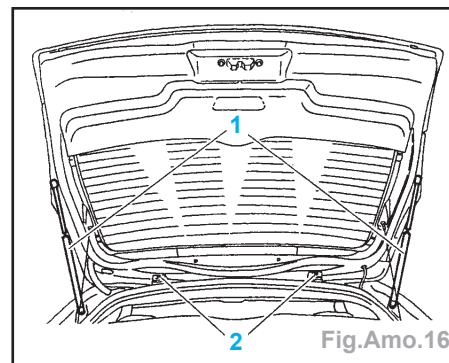

Fig.Amo.16
- Déclipper les stabilisateurs D et G (1) (Fig.Amo.16).
- Déposer les vis (2) et le hayon.